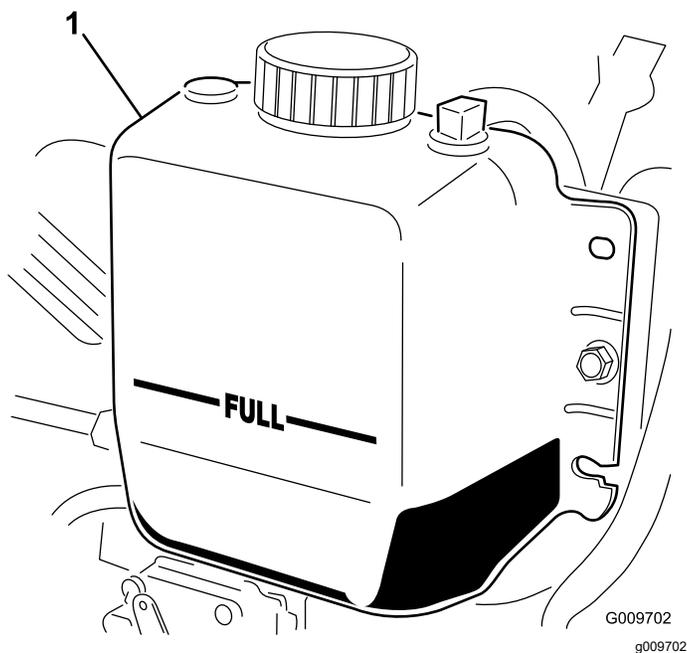

Figura 111
3. Verifique o nível do líquido de arrefecimento do radiador. O radiador deverá encontrar-se cheio de líquido até ao cimo do tubo de enchimento e o nível do líquido no depósito de expansão deverá atingir a marca CHEIO (Figura 111).